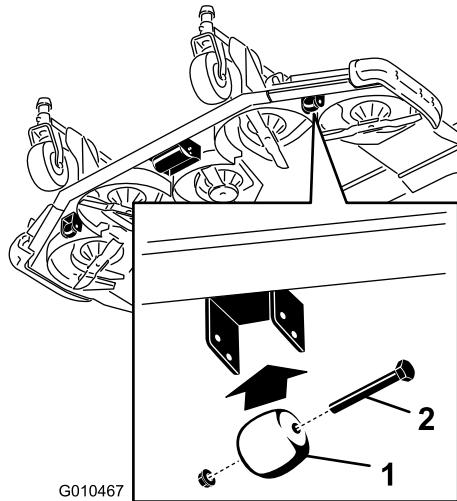

Bild 30
1. Entfernen Sie die Schraube und Mutter, mit denen das Abstandsrad an den Mähwerkhalterungen befestigt ist (Bild 30).